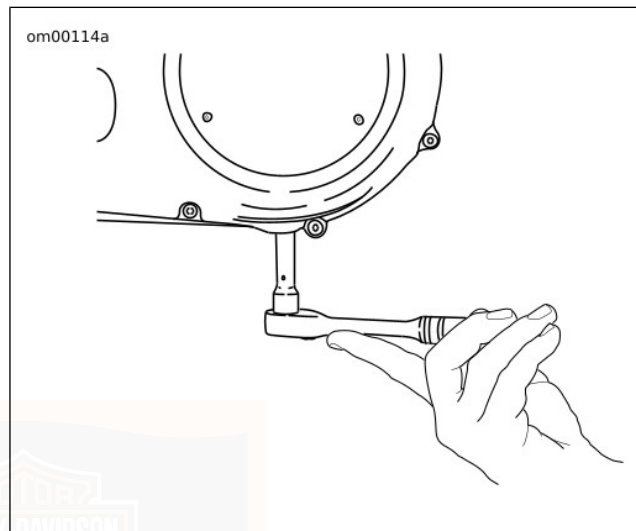

Figure 35. Retrait du bouchon de vidange du carter de chaîne primaire
3. Voir Figure 35. Déposer le bouchon de vidange magnétique du fond du couvercle de carter de chaîne primaire intérieur. Vidanger le lubrifiant dans un récipient approprié.